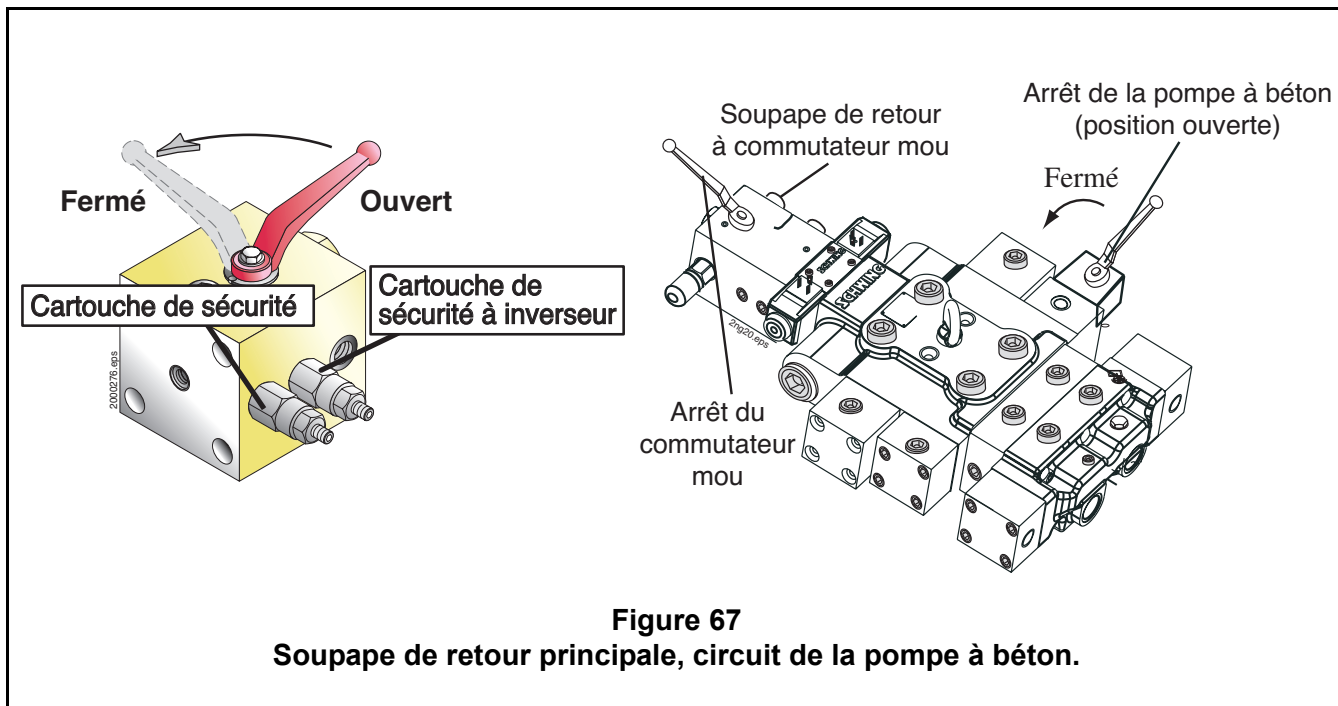

Figure 67
Le circuit de la pompe à béton Schwing des pompes de la série WP est conçu pour fonctionner à une pression maximum de 330 bars (4785 PSI). Il est contrôlé par une pompe à compensation de pression. Pour vérifier la pression du circuit principale, voir Figure 67:
- Fermez les vannes quart de tour conformément à la Figure 67.